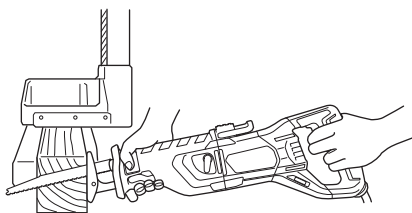

Fig. 18
- (1) Cuando corte madera, cerciórese de asegurar firmemente la pieza de trabajo antes de comenzar. (Fig. 18)